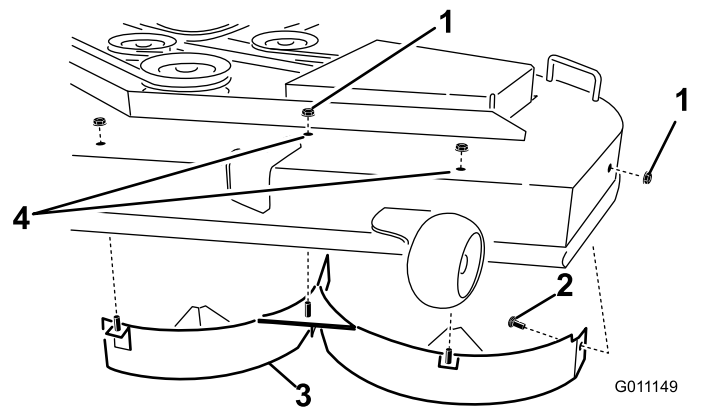

Figura 13
4. Îndepărtați cele 2 contrapiulițe (5/16") fixate pe suporturile sudate ale deflectorului stâng din partea superioară a punii mainii de tuns iarba, aflate în poziție centrală i la stânga de centru (Figura 13).
6. Îndepărtați deflectorul stâng de pe puntea mainii de tuns iarba, conform ilustrației din Figura 13.